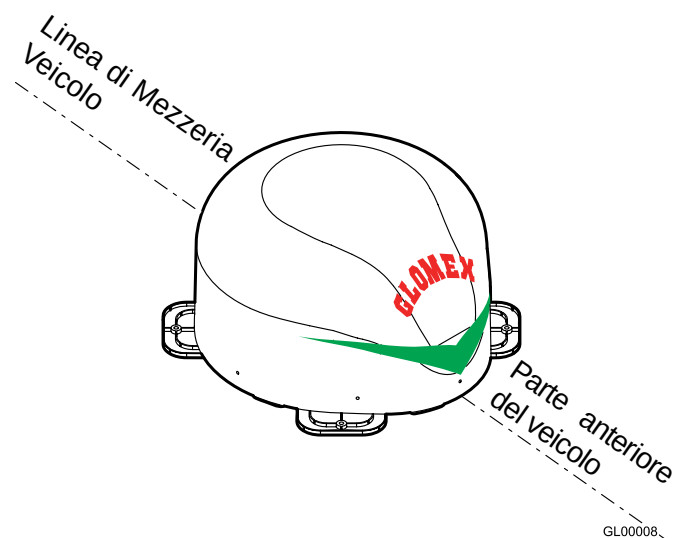

Fig. 8
5. Collocare l'antenna nella posizione appropriata sulla linea di mezzzeria del veicolo attenendosi al verso di installazione indicato in **Fig. 8** e applicare una buona pressione sui lati del radome per far aderire correttamente le piastre alla superficie di montaggio.
Per un corretto montaggio rispettare il verso di installazione indicato in Fig. 8.